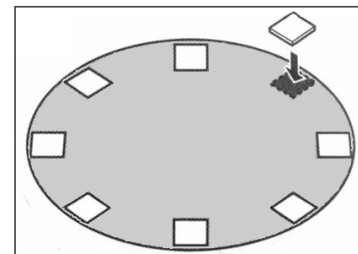

fig. 8
- Quitar las guías inferiores y las placas base y colocar las baldosas alrededor del círculo donde se encontraban las placas base (fig. 8).